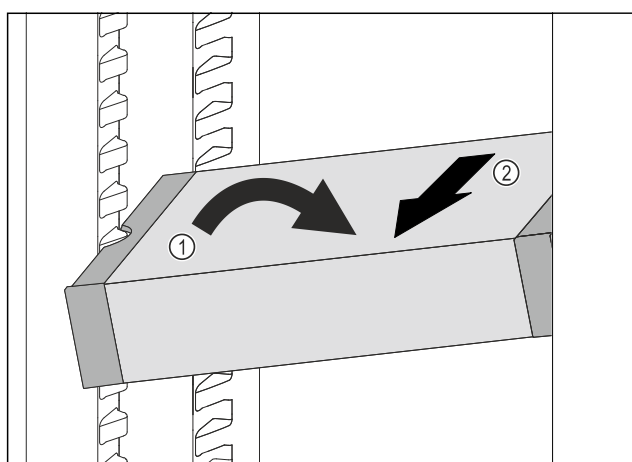

Fig. 122
- Impostare il vano frigorifero di VarioSafe ad angolo. Fig. 122 (1)
- Rimuovere VarioSafe tirando in avanti. Fig. 122 (2)